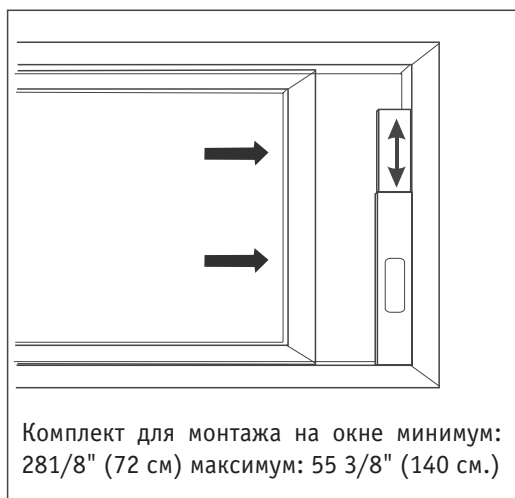

Рис. 1
Данный комплект предназначен для установки на большинство стандартных вертикальных и горизонтальных окон. Однако при установке на определенные типы окон некоторые моменты процедуры установки необходимо будет изменить по ситуации. Смотрите информацию максимальных и минимальных размерах оконных проемов на рис. 1 и 2.
2. Вставьте гибкий шланг для отвода воздуха и комплект регулируемых направляющих так, как показано на рис. 1.